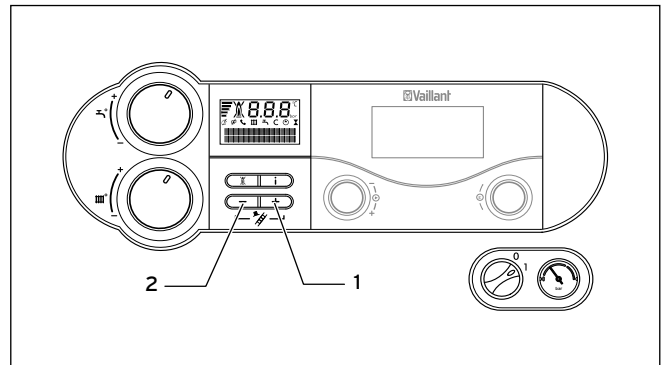

Abb. 8.9 Rauchfangkehrer-Messungen
- Aktivieren Sie den Rauchfangkehrer-Betrieb, indem Sie gleichzeitig die Tasten „+“ und „-“ drücken (Abb. 8.9, 1 und 2).